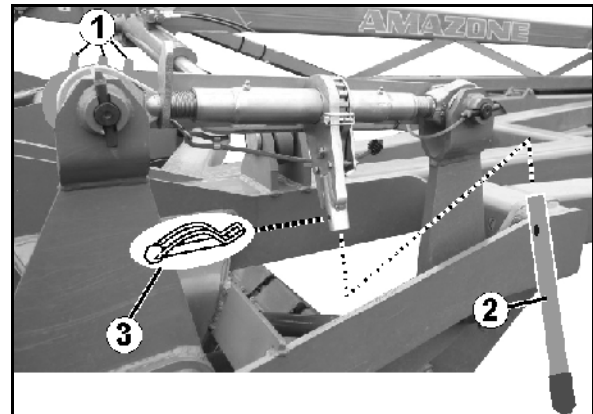

Fig. 46
Skalaen (Fig. 46/1) er en hjælp ved indstilling af spindlerne til samme længde.
2. Fastgør håndtaget (Fig. 46/2) med låseenheden (Fig. 46/3) an på skralden (Fig. 46).